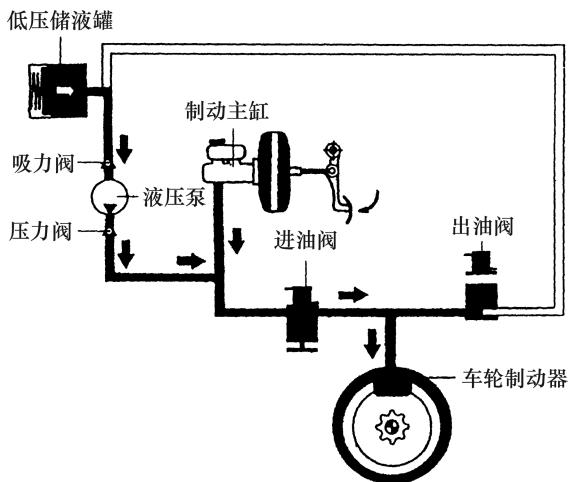

图 1-9 油压增加
4)油压增加。为了使制动最优化,当车轮转速增加到一定值后,电子控制单元给出油阀断电,关闭此阀门,进油阀同样也不带电而打开,电动液压泵继续工作,从低压储液罐中吸取制动液泵入液压制动系统,如图1-9所示。随着制动压力的增加,车轮转速又降低。这样反复循环地控制(工作频率为5~6次/s,将车轮的滑移率始终控制在20%左右)。